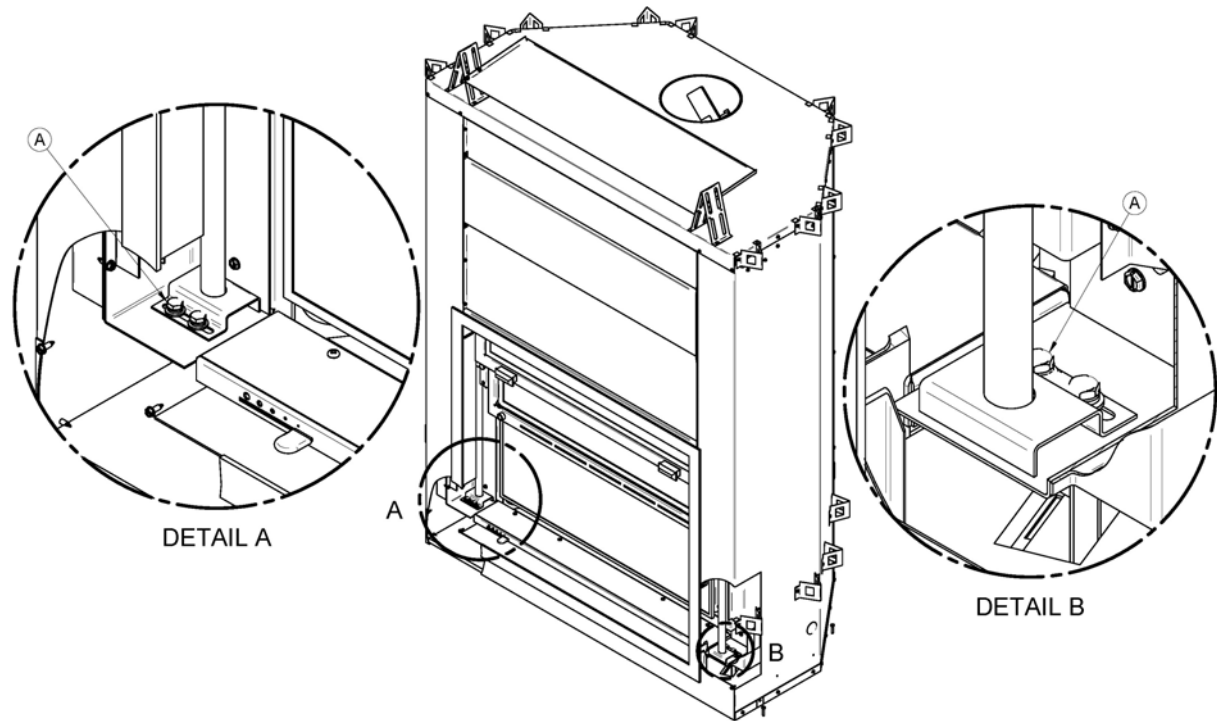

Figure 29
3. Dévissez les deux boulons (A) qui sont situés en bas à gauche de la porte (voir Figure 29).
2. Dévissez une des deux vis (A) qui sont situées en bas à droite de la porte grillagée (voir Figure 29).